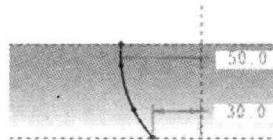

图 1.5 草绘 1
Step4. 创建图 1.5 所示的草绘特征——草绘 1。单击工具栏中的“草绘”按钮 ；选取
FRONT 基准平面为草绘平面，选取 RIGHT 基准平面为参考平面，方向为右；绘制图 1.5 所示的草图。
Step6. 创建图 1.6 所示的草绘特征——草绘 2。单击工具栏中的“草绘”按钮 ；选取 FRONT 基准平面为草绘平面，选取 RIGHT 基准平面为参考平面，方向为右；绘制图 1.5 所示的草图。